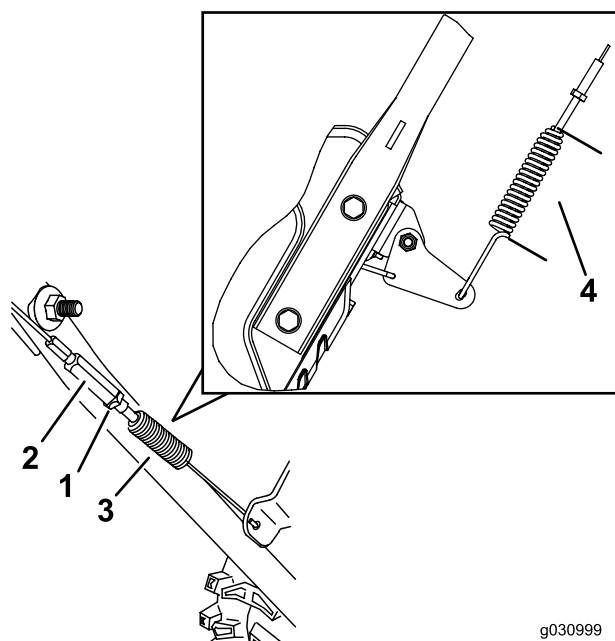

Figura 29
3. Afloje o apriete el tensor para ajustar la longitud del muelle a 5.5 cm (2-3/16"), como se muestra en la **Figura 29**.
4. Apriete la contratuerca (**Figura 29**), asegurándose de que hay una ligera tensión en el cable.